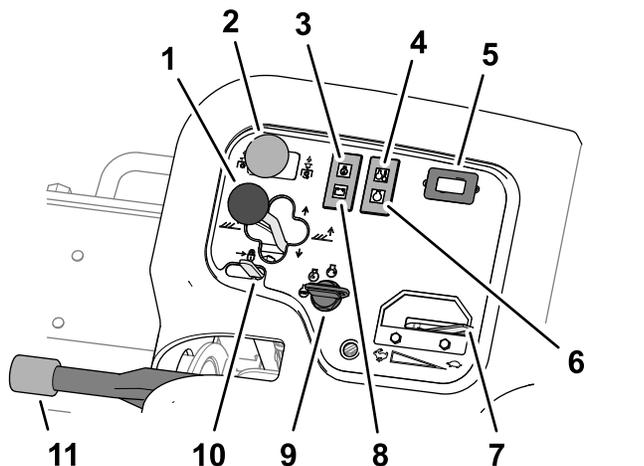

Рисунок 43
- Чтобы опустить режущие блоки на землю, переведите рычаг перемещения режущего блока вперед в положение **ОПУСКАНИЕ** (Рисунок 43).
Переключатель привода режущего блока (Рисунок 43) имеет 2 положения: Включить и Выключить. Этот кулисный переключатель приводит в действие электромагнитный клапан в группе клапанов, который включает привод режущих блоков.
Контрольная лампа давления масла (Рисунок 43) загорается, если давление масла в двигателе падает ниже безопасного уровня.
Сигнальная лампа (Рисунок 43) загорается, если температура охлаждающей жидкости слишком высокая. При такой температуре режущие блоки выключаются. Если температура охлаждающей жидкости поднимается еще на 5,5 °С, двигатель останавливается для предотвращения повреждения.
Счетчик моточасов (Рисунок 43) показывает полную наработку машины в часах. Счетчик моточасов начинает работать при установке замка зажигания в положение «Вкл.».
При включении свечей предпускового подогрева загорается соответствующий индикатор (Рисунок 43).
При перемещении рычага дроссельной заслонки (Рисунок 43) вперед скорость двигателя увеличивается, а при перемещении назад — уменьшается.
Индикатор генератора (Рисунок 43) выключается, когда двигатель работает. Если индикатор
Выключатель зажигания (Рисунок 43) используется для запуска двигателя и включения световых приборов. Выключатель зажигания имеет 3 положения:
Переместите фиксатор рычага подъема (Рисунок 43) назад для предотвращения опускания режущих блоков.
При выключенном двигателе необходимо всегда включать стояночный тормоз (Рисунок 43), чтобы предотвратить непреднамеренное движение машины. Для включения стояночного тормоза потяните рычаг вверх; для выключения стояночного тормоза опустите рычаг вниз.